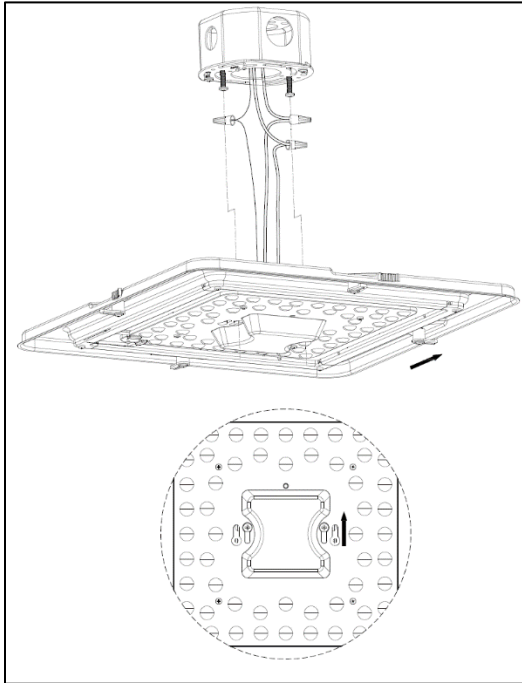

Figura 10
5. Sostenga el conjunto de la carcasa (2) con una mano y con la otra coloque los cables hacia arriba y dentro de la caja de conexiones. (Ver Figura 10).
6. Deslice el conjunto de la carcasa (2) en la posición de bloqueo del ojo de la cerradura.
(Ver Figura 10).